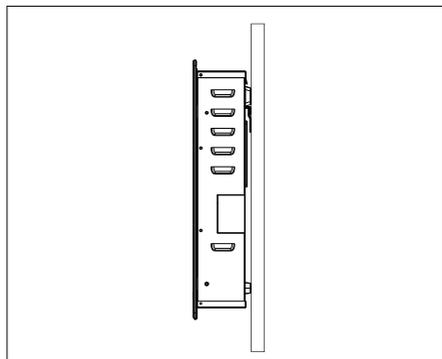
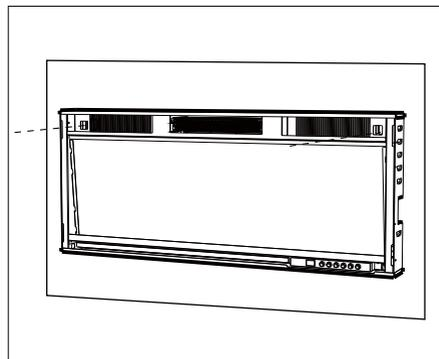
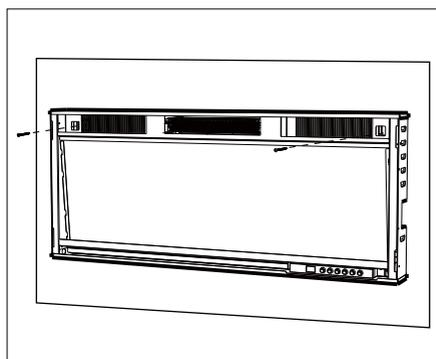

fig.8
fig.9
fig.11
4. Accrochez les 2 crochets à l'arrière du foyer sur le support et marquez 2 trous de vis aux deux coins de la cheminée sur le mur. (fig.8, fig.9)
6. Accrochez à nouveau les 2 crochets à l'arrière de la cheminée sur le support et serrez 2 vis. (fig.8, fig.11)
7. Accrochez les 2 crochets à l'arrière de la cheminée sur le support. (fig. 8)